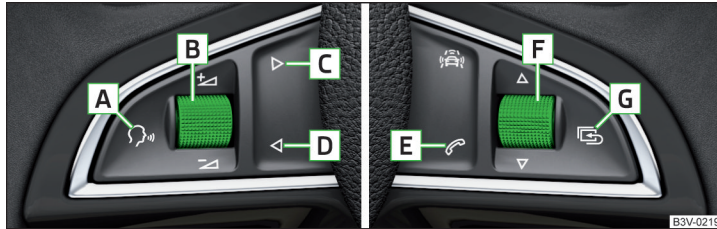

Abb. 32 Tasten/Einstellräder: am Multifunktionslenkrad
> Die Taste **G** am Multifunktionslenkrad länger drücken » Abb. 32 auf Seite 49.
Die Menüs können mittels der Tasten am Bedienungshebel » Abb. 31 auf Seite 48 bzw. am Multifunktionslenkrad » Abb. 32 auf Seite 49 bedient werden.
Durch anschließendes Drehen des Einstellrads  » **Abb. 32 auf Seite 49** am Multifunktionslenkrad wird das Menü **Letzte Ziele** angezeigt.
- Das Einstellrad  » **Abb. 32 auf Seite 49** drehen.